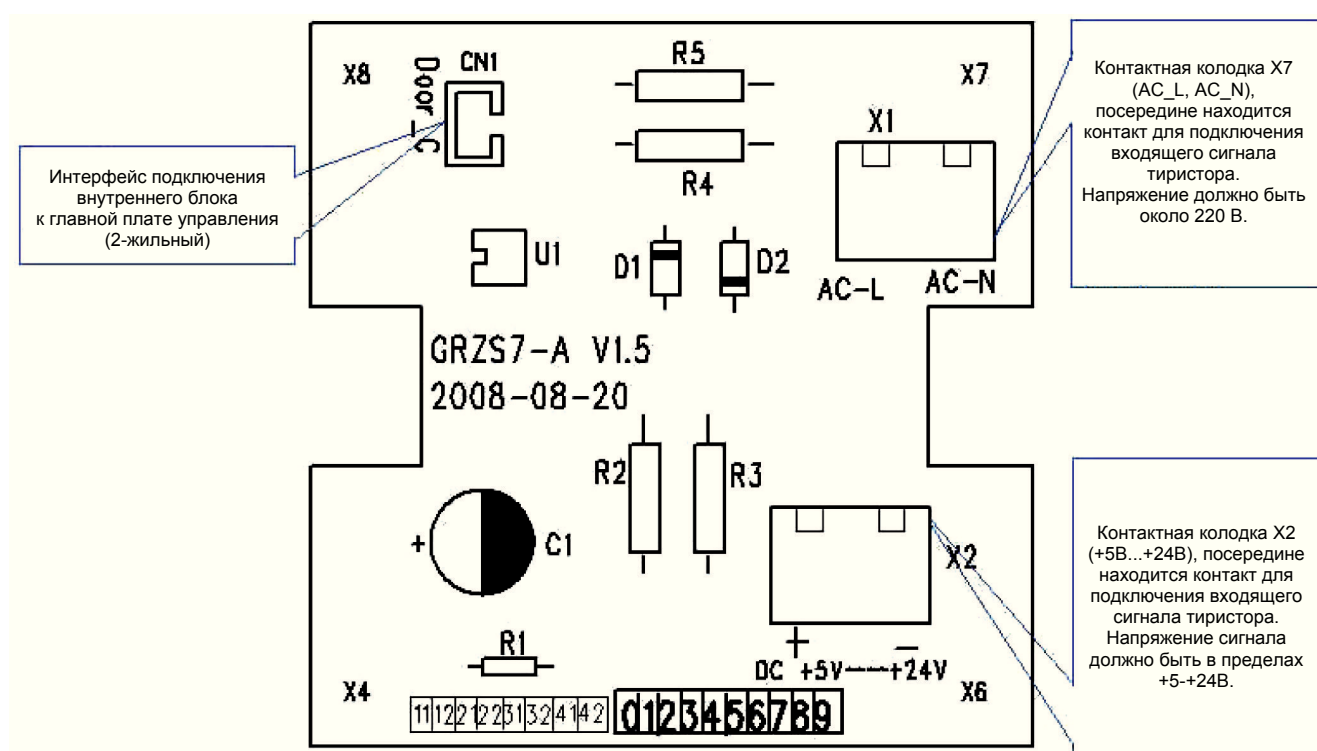

Рис. 7.14
7.3.3 Схема разъемов блока ключа-карты (рис. 7.14)